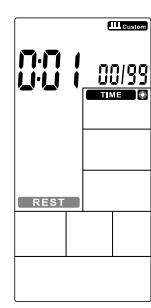

Figure 34
③Die TIME leuchtet weiter, REST blinkt, drücken Sie UP/DOWN, um die Ruhezeit von 0:01~9:59 kreisförmig einzustellen (Abb. 34). Drücken Sie ENTER um die Einstellung zu bestätigen, während der Summer 1 Sekunde lang ertönt und INTERVAL CUSTOM weiter aufleuchtet.
③The TIME continues lighting up, REST will flash, press UP/DOWN to set rest time 0:01~9:59 circularly (Figure 34). Press ENTER to confirm along with buzzer beeps 1s and INTERVAL CUSTOM continues lighting up.